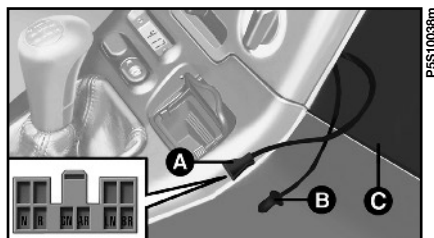

fig. 79
- cavi di cablaggio con connettore a dieci vie **A-fig. 79** (con funzione di alimentazione e collegamento all'altoparlante bifunzione) e collegamento all'antenna bifunzione **B**; sono ubicati nella parte anteriore del tunnel centrale. Per accedervi, occorre svitare le viti e togliere lo sportello **C**.